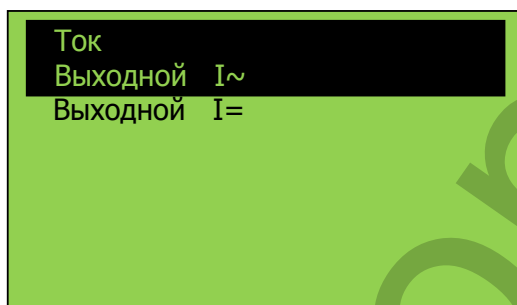

Рисунок 29 – Внешний вид меню «Ток»
3.5.6.5 В меню «Калибровка» выбрать строку «Ток» и подтвердить свой выбор в соответствии с 1.5.1. При этом отображается меню «Ток» (см. рисунок 29).
3.5.7.4 В меню «Калибровка» выбрать строку «Ток» и подтвердить свой выбор в соответствии с 1.5.1. При этом отображается меню «Ток» (см. рисунок 29).